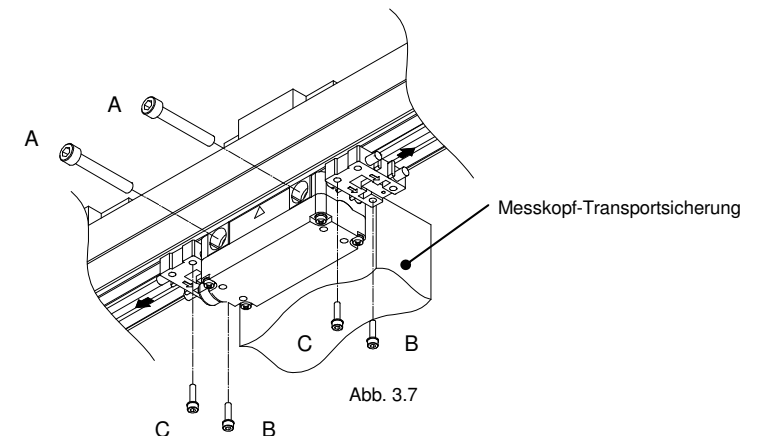

Abb. 3.7
1. Entfernen Sie zunächst zwei der vier Schrauben (in Abb. 3.7 mit "B" gekennzeichnet), die die Messkopf-Transportsicherung fixieren (auf der Seite der Montagefläche).
- Schraube (A): Innensechskantschraube (M6x1x40)
6. Entfernen Sie nach dem Befestigen des Messkopfs die Schrauben (in Abb. 3.7 mit "C" gekennzeichnet) und ziehen Sie die Messkopf-Transportsicherung in Pfeilrichtung heraus. Der Messkopf ist korrekt installiert, wenn sich die Transportsicherungen ohne Mühe entfernen lassen und beim Wiedereinsetzen kein Spiel entsteht.